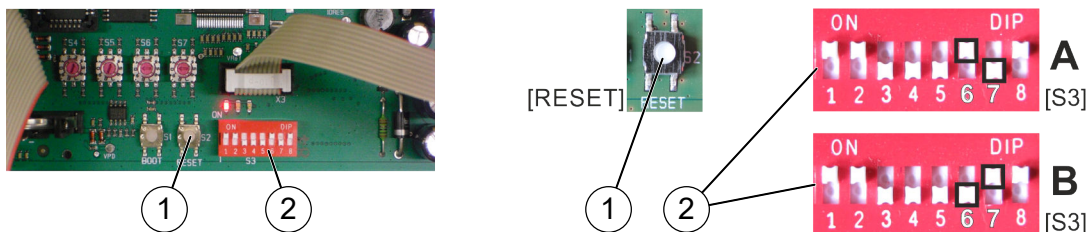

Abb. 55: [Reset]-Taster und DIP-Schalter "S3"
4. ➤ Auf der Steuerkarte CPU3 am DIP-Schalter "S3" (Abb. 55/2) die Schiebeshalter "6" und "7" in Abhängigkeit des Schaltertyps (transparent/grau) vornehmen:
5. ➤ Das System über den [Reset]-Taster (Abb. 55/1) neu starten.